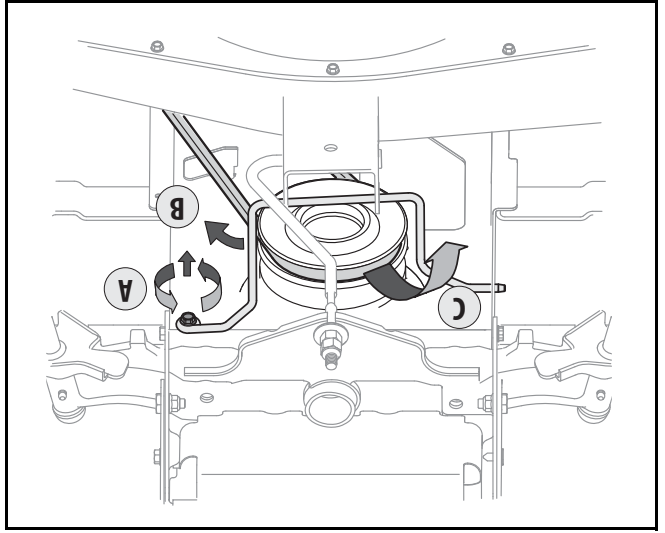

Figure 21
5. Retirez la tige de garde de la courroie d'autour de la poulie motrice en dévissant la vis taraudée (A) qui la fixe. Voir la Figure 21.